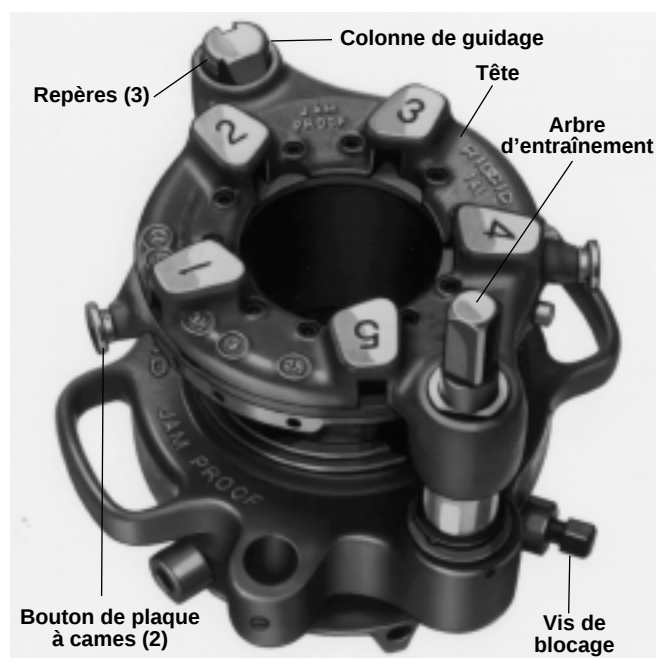

Figure 18 – Fileteuse démultipliée n° 141 avec arbre d'entraînement vers le haut
1. Pour obtenir une profondeur de filetage standard, immobilisez le porte-pièce et tournez le carter d'engrenages manuellement jusqu'à ce que le repère "standard" de la chemise de pignon arrive à fleur du fond de la tête de filière ou que le repère "standard" de la colonne de guidage arrive à fleur du sommet de la tête de filière (Figure 18).